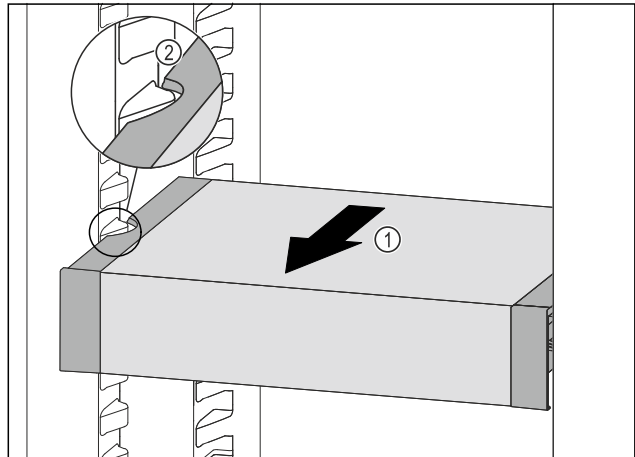

Fig. 138
- ▶ Tire del VarioSafe hacia delante Fig. 138 (1) hasta que los huecos laterales del VarioSafe se encuentren a la altura de la nervadura del recipiente en el compartimento del frigorífico. Fig. 138 (2)